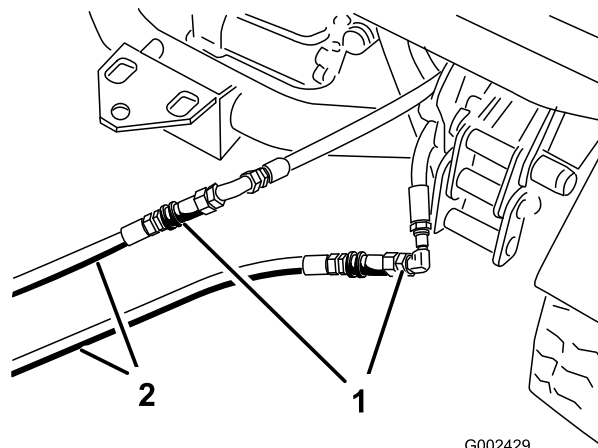

Bild 80
3. Schließen Sie am defekten Fahrzeug die beiden Anlagerschläuche an die Schläuche an, die abgeschlossen wurden (Bild 80). Verschließen Sie nicht verwendete Anschlüsse.